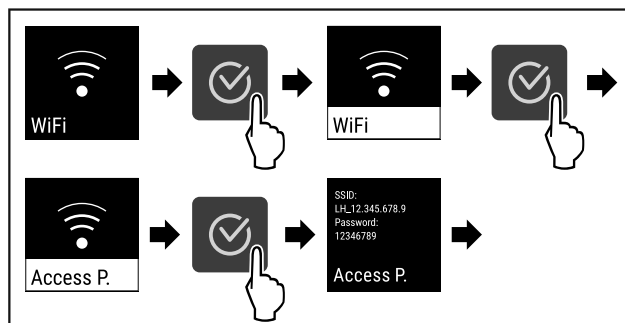

Fig. 85
- ▶ Suivre les étapes (voir Fig. 85).